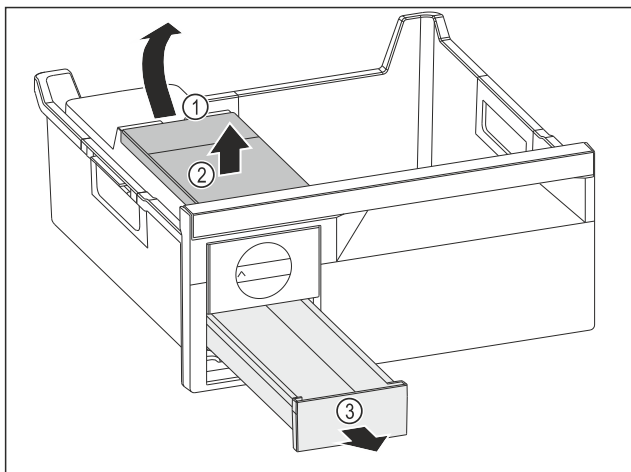

Fig. 144
- Vesisäiliön poistaminen: Nosta vesisäiliötä syvennyksestä Fig. 144 (1).
- Ota vesisäiliö Fig. 144 (2) ylöspäin pois.
- Ota jääkuutiolokero Fig. 144 (3) eteenpäin pois.